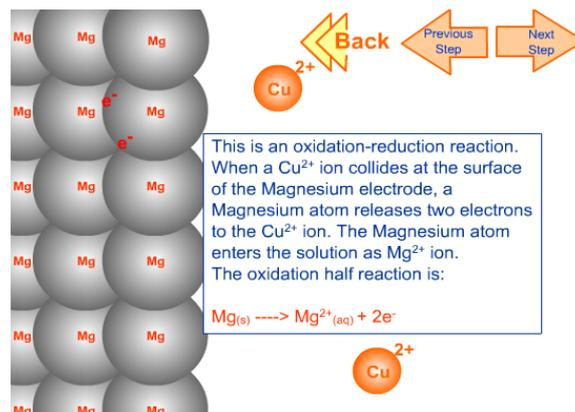

Figura 5: (B) Reação: Mg e  $\text{Cu}(\text{NO}_3)_2$ .
**Tradução Figura 5:** Esta é uma reação de oxirredução. Quando um íon  $\text{Cu}^{2+}$  colide na superfície do metal de Magnésio, um átomo de magnésio libera dois elétrons para o íon  $\text{Cu}^{2+}$ . O átomo de magnésio entra na solução como íon  $\text{Mg}^{2+}$ .